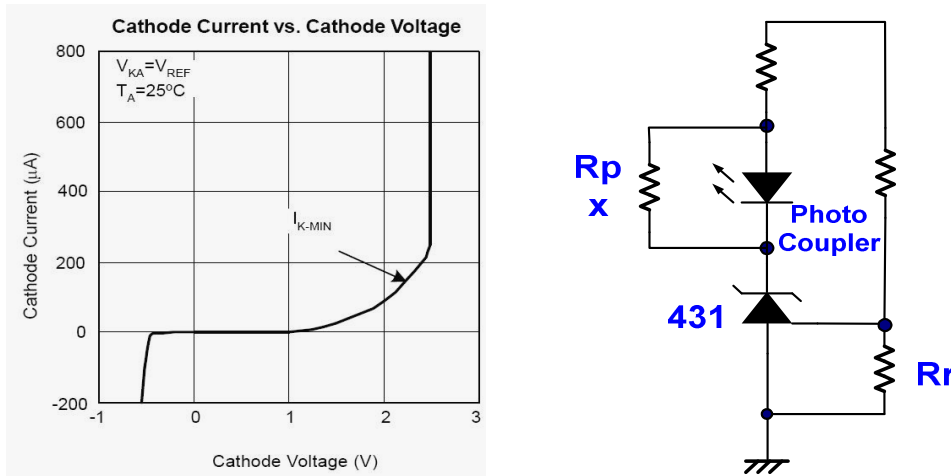

图 12
1. 选用恰当的可调整分流管理器(431), 请选择最小工作电流(I_{MIN})小于 0.4mA 的器件, 同时为了降低二次侧功耗, 建议使用 R_r 大于等于 25K Ω ,请参见图 12。